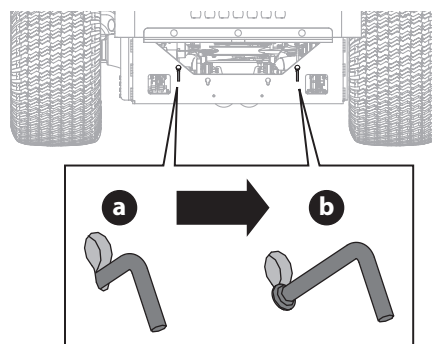

Fig. 3
1. Para engranar las varillas de derivación de la transmisión, tire de la varilla (a) hacia arriba en la abertura más grande de la ranura de la llave y, continuación, tire hacia atrás hasta que el collarín de la varilla pase a través del bastidor (Fig. 3).
2. Vuelva a bajar la varilla en la abertura más pequeña de la ranura de la llave, asegurándose de que el collarín quede asegurado en la parte exterior del bastidor (b). Repita el proceso en el lado opuesto (Fig. 3).